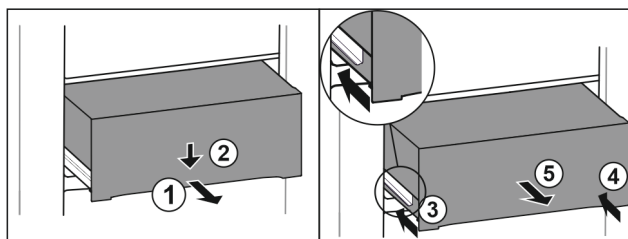

Fig. 95
- Estrarre il cassetto a metà. Fig. 95 (1)
- Premere il cassetto sul lato anteriore verso il basso. Fig. 95 (2)
- Spingere la guida sinistra di circa 2 cm verso l'interno. Fig. 95 (3)
- Spingere la guida destra di circa 2 cm verso l'interno. Fig. 95 (4)
- Rimuovere il cassetto tirandolo in avanti. Fig. 95 (5)